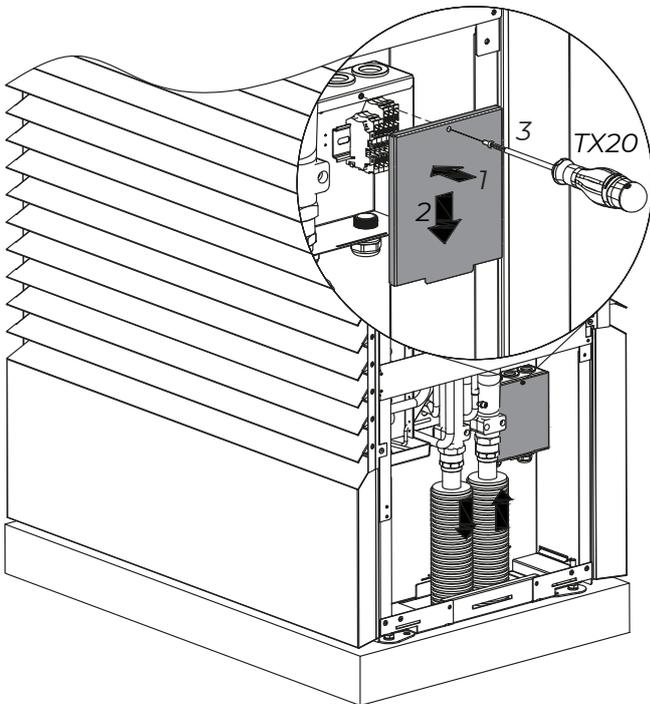

Bild 14: Elektroschrank öffnen
Mit dem Schraubendreher (TX20) lösen Sie die Schrauben am Deckel des Elektroschrankes (Bild 14). Entfernen Sie den Deckel, indem Sie ihn zuerst heben (2) und dann herunternehmen (3).